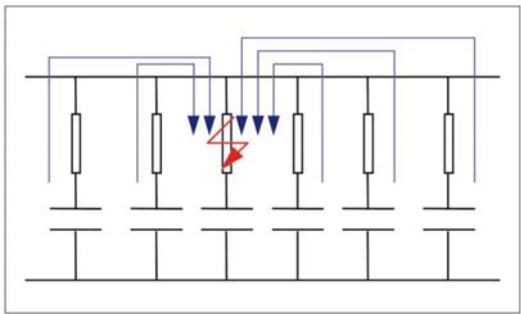

Fig. 46
- Porque la tensión esté próxima a su amplitud máxima, es decir a corriente nula. La fusión del fusible interno es entonces provocada por la circulación de la energía almacenada en las capacidades conectadas en paralelo (fig. 46).